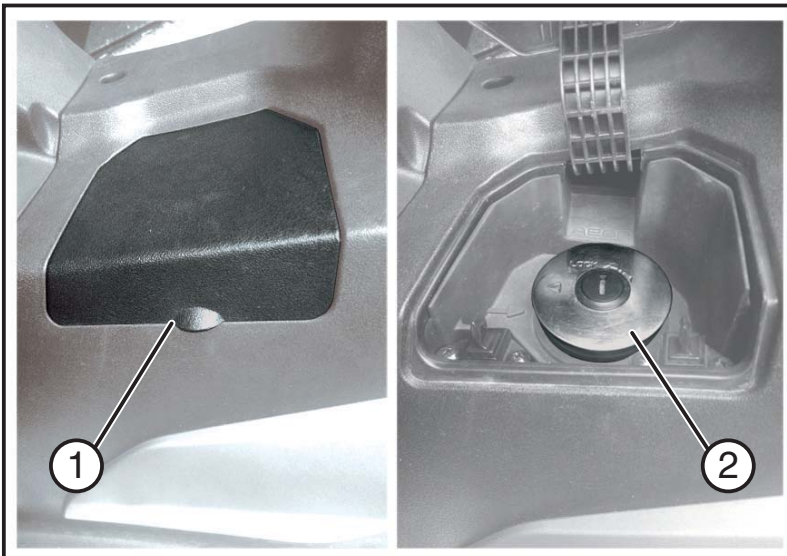

Abb. 02
- Die Klappe öffnen «**1 - Abb. 02**»;
- Den Tankdeckel «**2 - Abb. 02**» entfernen.